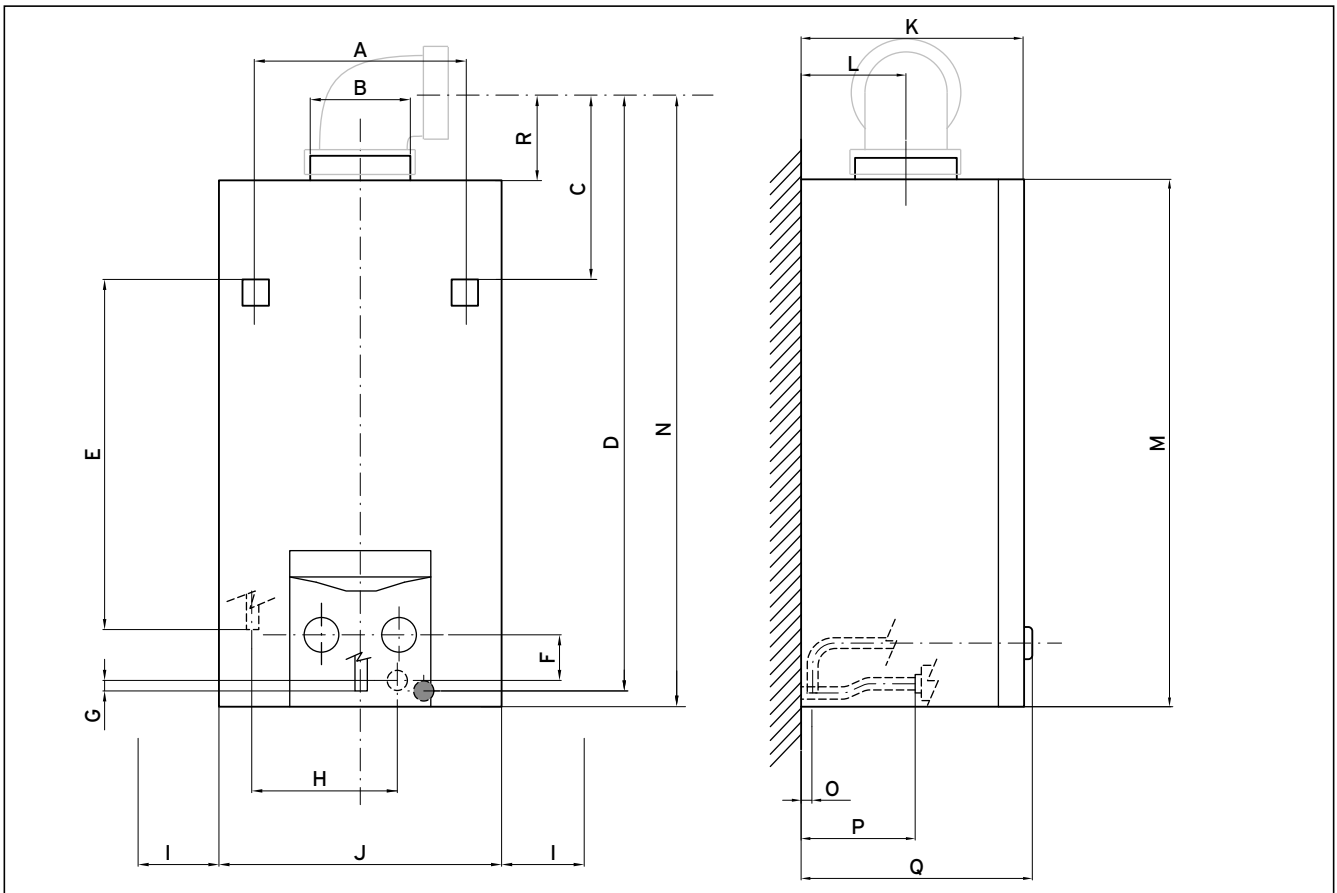

Fig. 4.2 Disegno quotato atmoMAG plus
- Praticare i fori per le viti di fissaggio rispettando le misure riportate nella fig. 4.2.